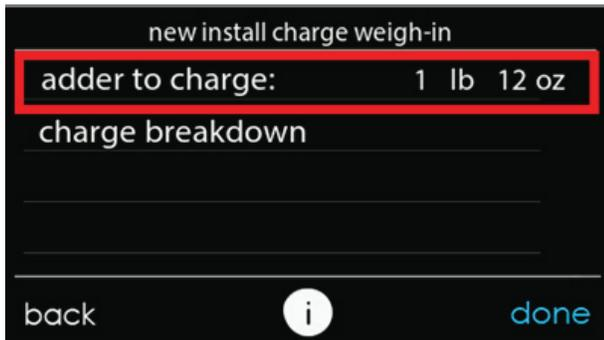

Fig. 19 – Charge supplémentaire requise pour la nouvelle installation
13. L'écran « new install charge weigh-in » (nouvelle installation, poids d'entrée) affiche les charges supplémentaires à ajouter au système pour prendre en compte le serpentin et les conduites (voir la Fig. 19).